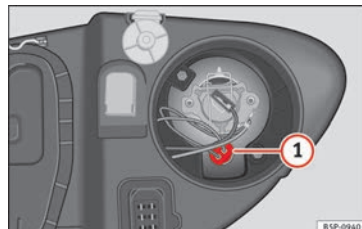

Bild 183 Positionsljus.
- Ta ut glödlampshållaren » bild 183 ① utåt.